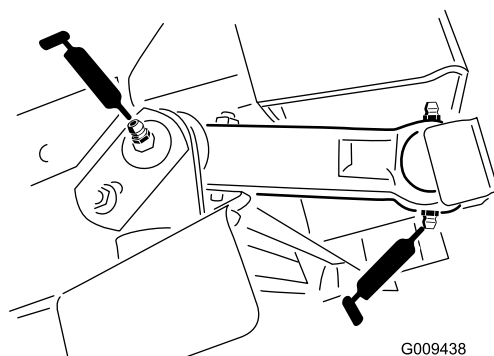

Figura 43
- Attacco orientabile inferiore (4) (Figura 43)
- Attacco orientabile superiore (4) (Figura 43)